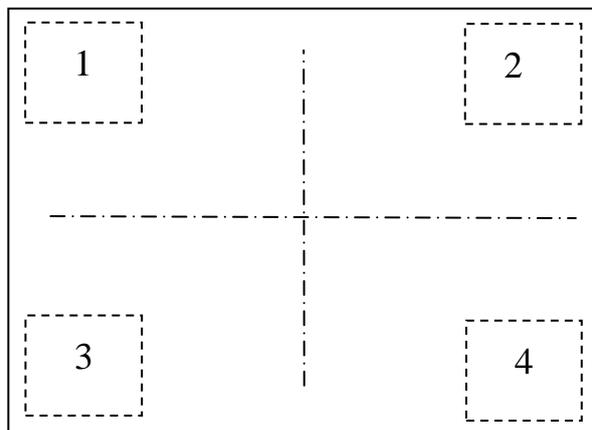

Рис. 16.1 – Места приложения нагрузки при юстировке углов модуля 4D_ (вид сверху)
16.1.1.4 Разделить визуально платформу на квадранты (Рис. 16.1).
16.1.1.5 Установить гири, например, в угол 1 (см. Рис. 16.1).